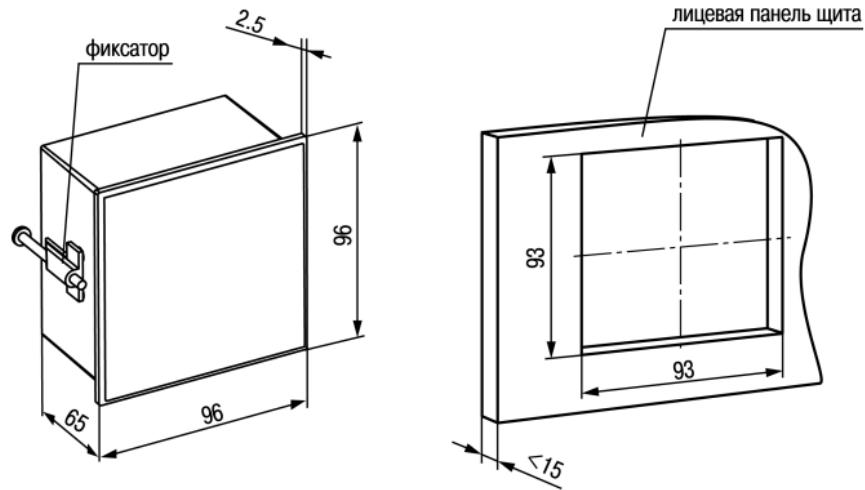

Рисунок 4.6 – Габаритные размеры корпуса Щ1
1. Подготовить на щите управления место для установки прибора (см. рисунок 4.6).